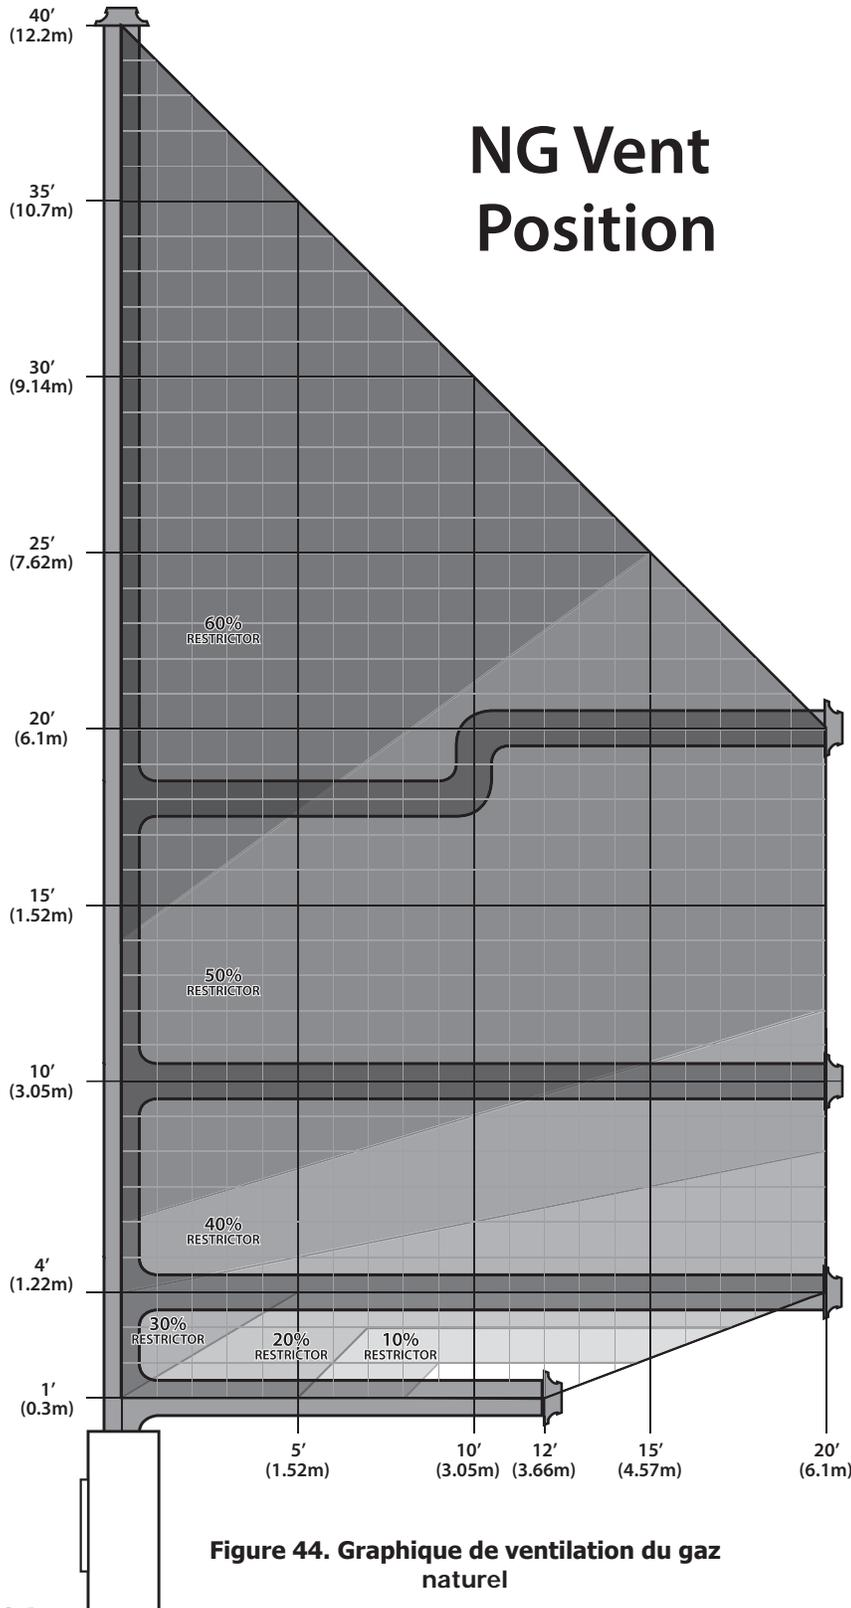

Figure 44. Graphique de ventilation du gaz naturel
La figure 44 montre la gamme d'options de ventilation utilisant des terminaisons verticales ou horizontales ; toute disposition qui reste dans la zone ombrée est acceptable. Avoir le moins de coudes possible est idéal car ils ont tendance à restreindre la circulation de l'air. La longueur totale du tuyau de ventilation horizontal ne peut pas dépasser 20 pieds (6,1 m) et la longueur totale de ventilation ne peut pas dépasser 40 pieds (12,2 m). N'importe quelle combinaison de montée et de descente peut être utilisée à condition qu'elle se situe dans la zone ombrée (un total de trois (3) coudes à 90° ou six (6) coudes à 45° peuvent être utilisés). En plus de ce qui est indiqué, si un coude à 90° est utilisé dans le plan horizontal, 3 pieds (91,4 cm) doivent être soustraits de la course horizontale autorisée (pour chaque coude à 45° , 1½ pied (45,7 cm) doivent être soustraits).